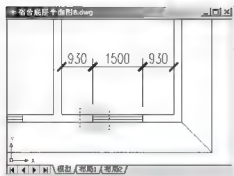

图 2-141 向左单击屏幕时选择对象的方法
(1) 用【拉伸】命令使门窗洞口左侧墙段向左缩短 150mm。
① 关闭【轴线】图层。
② 单击【修改】工具栏上的【拉伸】图标  或在命令行输入“S”并按 Enter 键, 启动【拉伸】命令。
③ 在选择对象: 提示下, 用交叉选方式选择如图 2.141 所示的窗户左侧的墙线和窗, 按 Enter 键进入下一步命令。
④ 在指定基点或 [位移(D)] <位移>: 提示下, 在绘图区单击任意一点作为拉伸的基点。
⑤ 在指定第二个点或 <使用第一个点作为位移>: 提示下, 打开【正交】功能, 将光标水平向左拖动, 输入“150”, 表示将门窗洞口左侧的墙向左缩短“150”, 那么门窗洞口则向左加长 150mm。
⑥ 按 Enter 键结束命令。